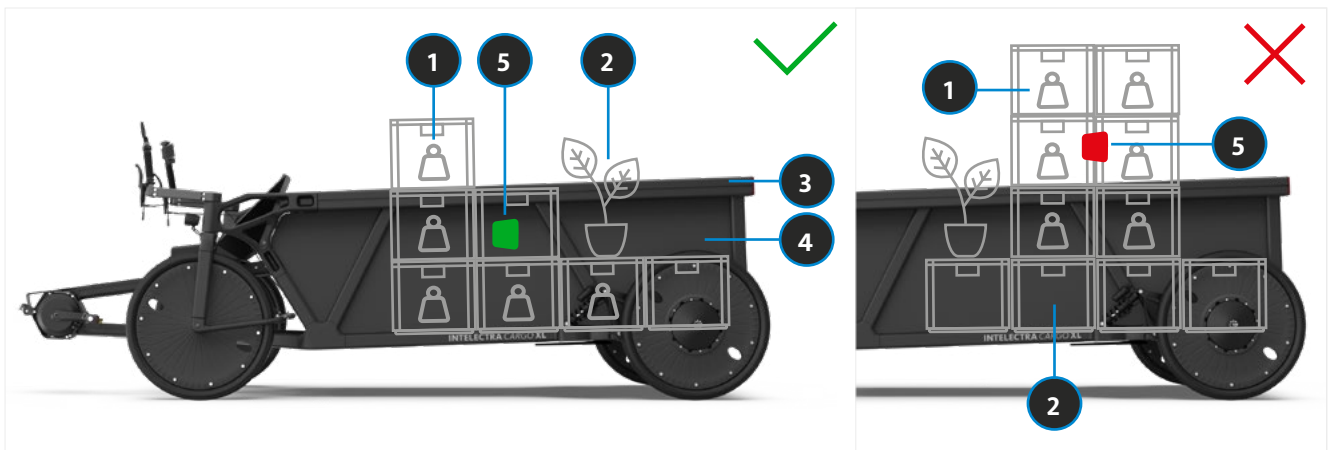

BILD 34 GEWICHTSVERTEILUNG IM LADERAUM
- ▷ Schwere Gegenstände immer im unteren Bereich des Laderaums platzieren. → Kap. „5.13 Beladung“ S. 53 (Bild 34)
- ▶ Ladung (Waren und Güter) dem Schwerpunkt entsprechend beladen (siehe Bild 34).